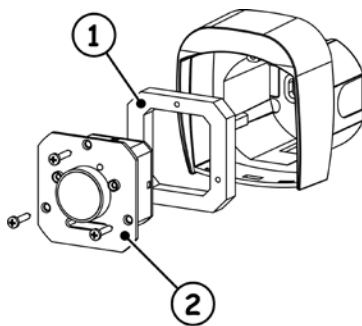

Fig. 8
Prima di effettuare i collegamenti elettrici assicurarsi che la guarnizione, fig. 8 rif. ①, sia posizionata dietro il frutto della fotocellula (fig. 8 rif. ②).